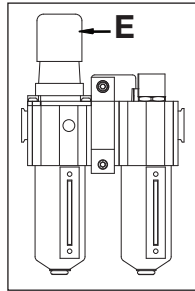

Abb. 6
Die Einstellschraube (E) ist werkseitig vollständig im Uhrzeigersinn eingestellt, es wird also kein Öl für die Schmierung des Systems zugeführt. Schalten Sie für die erstmalige Einstellung die Luft ein und starten Sie den Fluss des Systems. Drehen Sie die Schraube, um die Öltropfrate einzustellen. Drehen der Schraube entgegen dem Uhrzeigersinn erhöht die Tropfrate (siehe Abb. 6). Stellen Sie die Tropfrate am Anfang auf ein oder zwei Tropfen pro Minute ein und nehmen Sie eine Feineinstellung der Rate vor, wenn das System seine normale Betriebstemperatur erreicht hat.
Ziehen Sie den Knopf zum Entriegeln gerade nach oben. Der Einstellknopf muss zum Erhöhen der Auslassdruckeinstellung im Uhrzeigersinn und zum Verringern entgegen dem Uhrzeigersinn gedreht werden. Um den Druck zu verringern, verringern Sie ihn zuerst auf einen Druck, der niedriger ist als gewünscht, und erhöhen Sie ihn dann auf den gewünschten Auslassdruck (siehe Abb. 6).